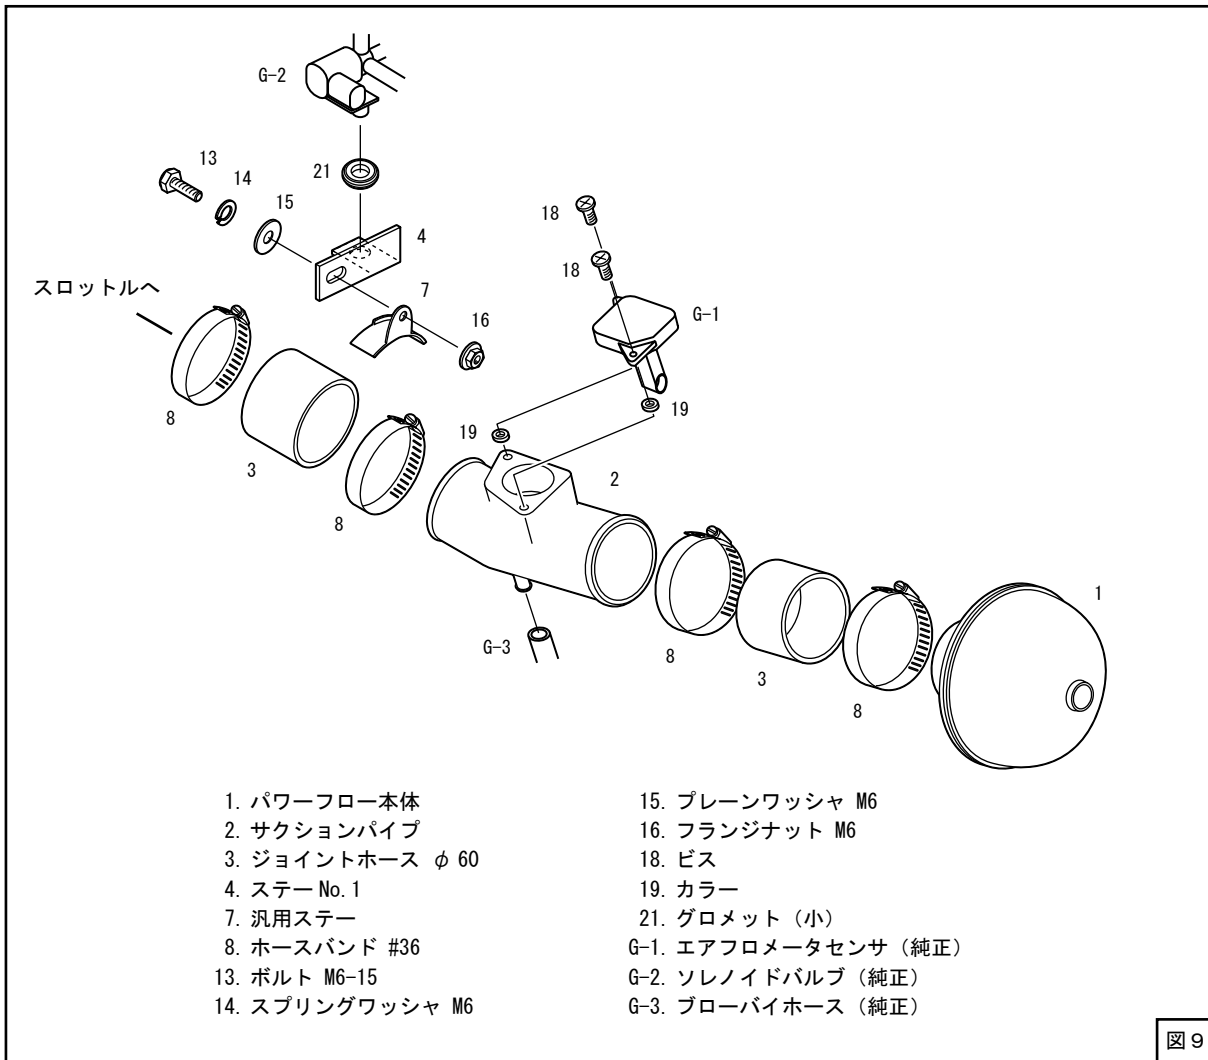

図9
- (5) エアフロメータセンサのリング(純正)がエアフロアダプタパイプに噛み込まないようにしながら図8の位置に行くことを確認し、キットパーツのM4ビスを使用して取付けてください。この時ビスを締めすぎないようにしてください。(締付けトルク 2.0 ~ 3.0N·m{0.2 ~ 0.3kgf·m}) (図8、図9)
(6) キットパーツを仮付けしてください。(図9、図10、図11)